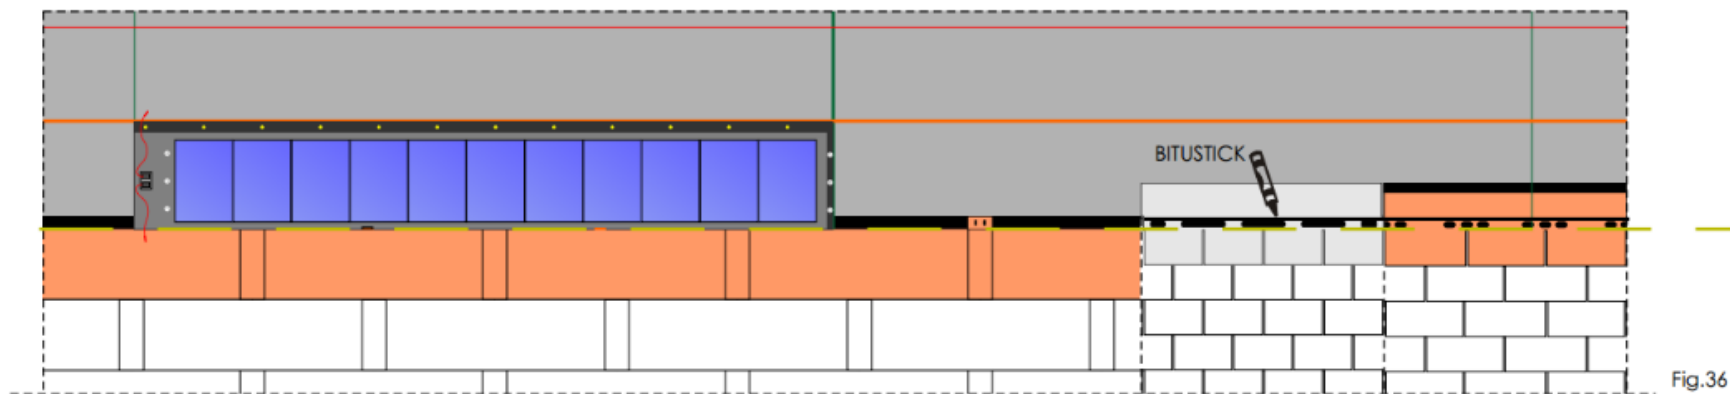

Fig.36
- Definita la linea da cui partire con il manto Tegosolar applicare un cordolo di bitustik a 4-5 cm dalla linea stessa (fig. 36), qualora non siano presenti pastiglie termoadesive o autocollanti che svolgono questa funzione in tale posizione.